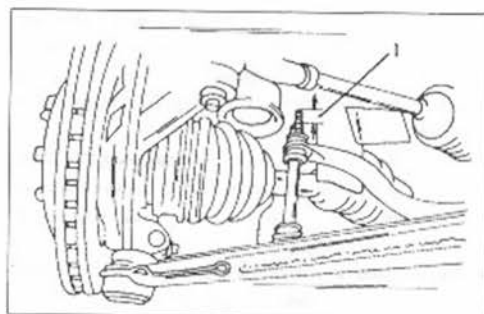

Рис. 15.
- Закрепить соединительный трос автоматической передачи в соответствии с рис. 15. Гайку 1 затянуть с усилием 44-64 Нм, гайку 2 — с усилием 16-23 Нм.